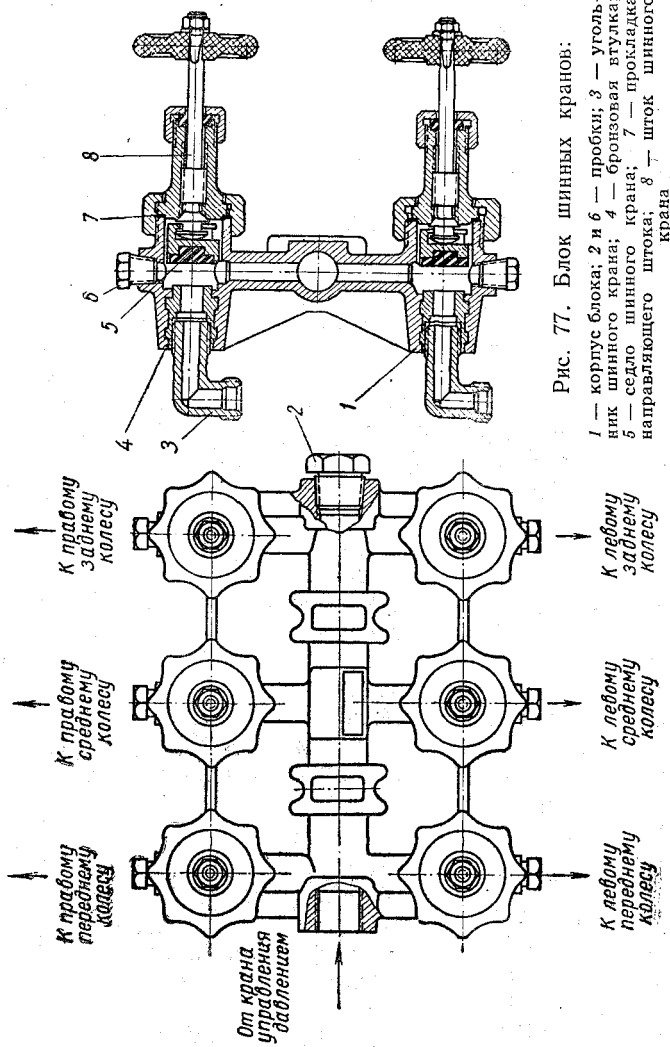

Рис. 77. Блок шинных кранов:
**Блок шинных кранов**, к которому подводится воздух от центрального крана управления давлением, установлен в кабине водителя на наклонной части щита двигателя. Блок имеет шесть вентилях (по числу шин) с маховичками, каждый из которых предназначен для прекращения подачи воздуха в шину (рис. 77). Расположение вентилях в ряду соответствует расположению колес на автомобиле.